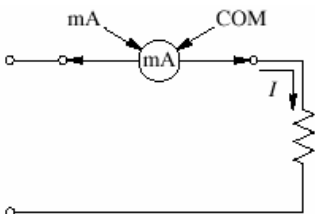

Fig. S5 Inserzione dell'MMD come mA-metro.
**Milliamperometro.** Lo strumento va inserito in serie nel circuito in modo che la corrente da misurare, continua o alternata, lo attraversi, come è indicato in fig. S5. In questo tipo di funzionamento la resistenza interna dello strumento è molto bassa e varia da qualche decimo di ohm per le portate più alte alla centinaia di ohm per le più basse.